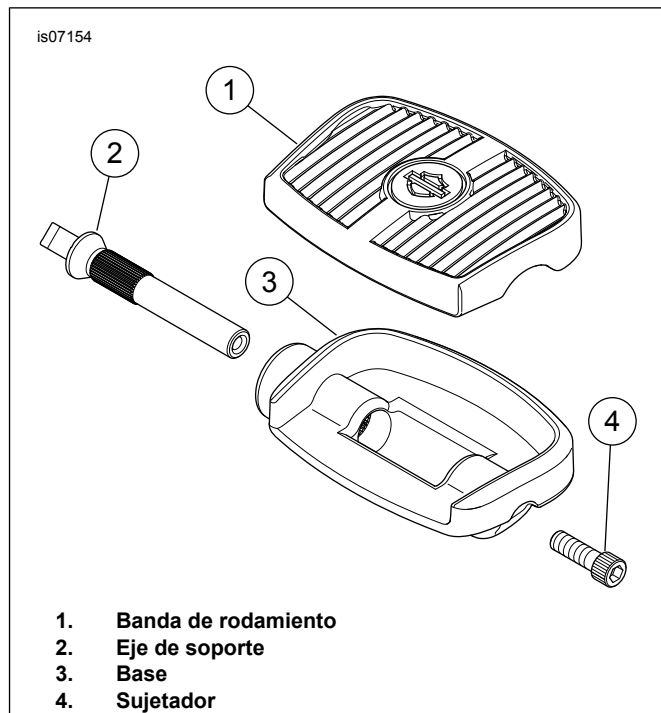

Figura 3. Kit de placa apoyapiés mini: Todos, excepto 50451-09, 50501148, 50501225
- Para todos, excepto el kit 50451-09, vea Figura 3. Los sujetadores (4) 94334-91T (cromado) y 12600031 (negro) son piezas de servicio disponibles.
7. **Para ajustar la placa apoyapiés a fin de obtener más comodidad: Todos, excepto el kit 50451-09, vea Figura 3.**
- a. Retire el tornillo de ajuste (4).
- b. Retire parcialmente el conjunto de la banda de rodamiento (1 y 3) del eje de soporte (2).